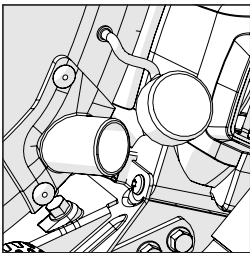

Abb. 13
- Entfernen Sie die Gummikappe vom Entstaubungsanschluss (Abb. 13) und bewahren Sie sie für den künftigen Gebrauch sorgfältig auf.